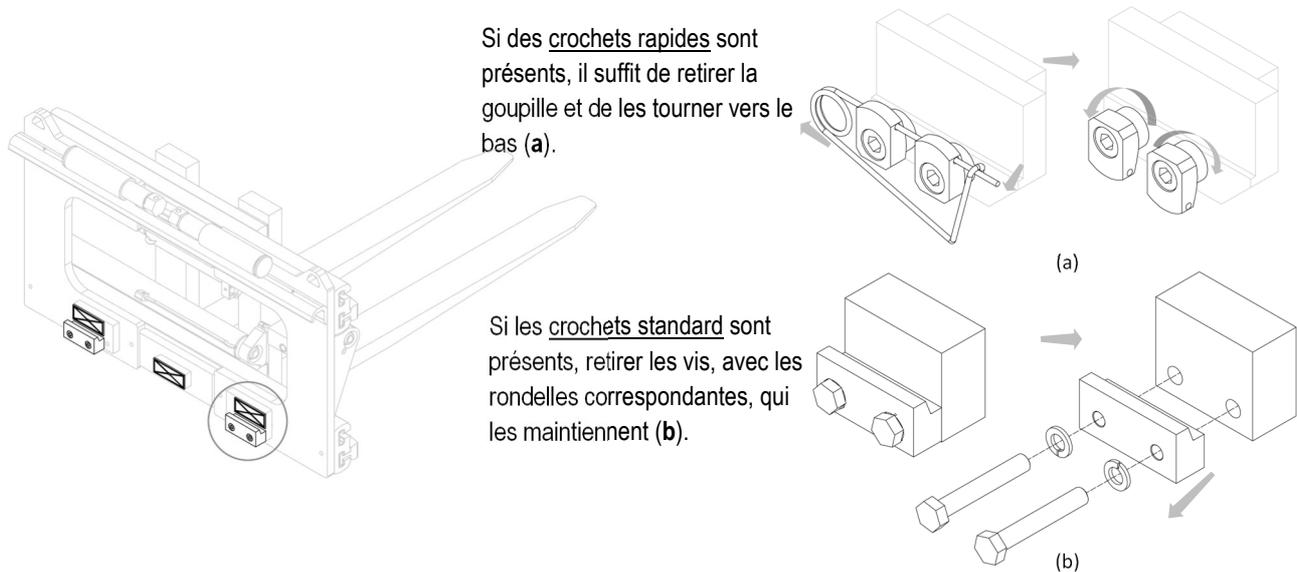

Figure 6
5. Retirer les crochets inférieurs de l'équipement et graisser les patins de guidage (voir *Figure 6*).